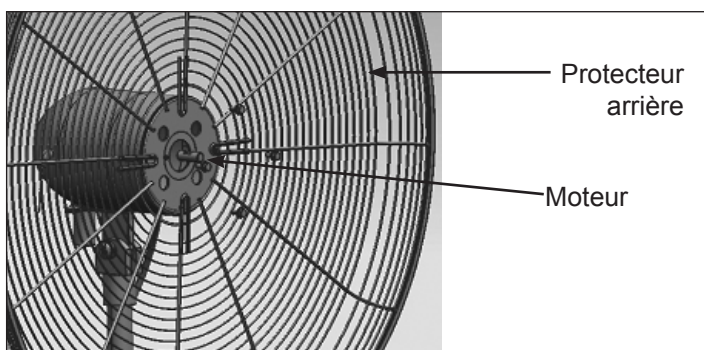

Figure 2 : Fixer le protecteur arrière sur le moteur
8. Glisser le protecteur arrière sur l'ensemble de moteur et le fixer avec quatre 4 vis à épaulement (voir Figure 2). Serrer fermement les vis à l'aide de la clé.